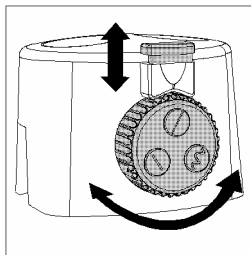

Figura 5
- 1 Tire del bloqueo en el cortador de rodillos hacia arriba (figura 5).
- 2 Gire el botón selector hasta que el símbolo de la figura de corte deseada se encuentre debajo del bloqueo (figura 5).
- 3 Empuje el bloqueo en el cortador de rodillos hacia abajo (figura 5).